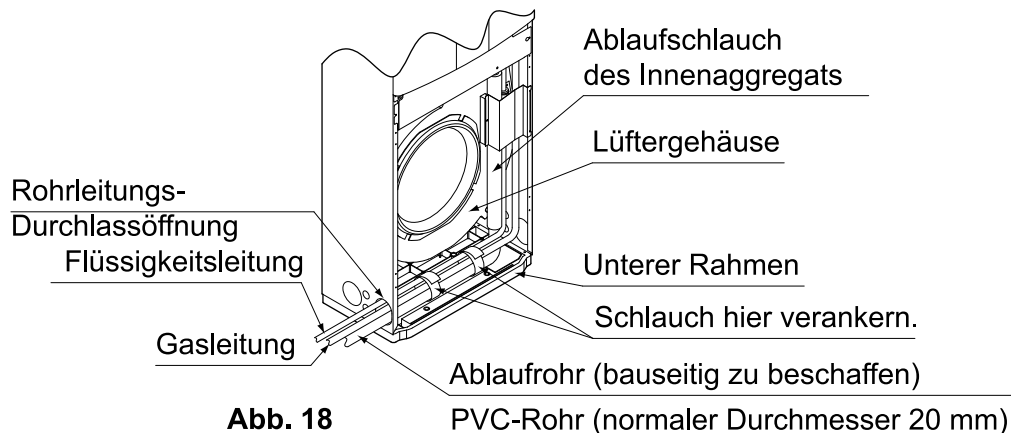

Abb. 18
- Um die Ausübung von Kräften auf den Ablaufschlauch des Innenaggregats zu vermeiden, stellen Sie sicher, dass der Ablaufschlauch an der Kältemittelleitung befestigt ist (siehe Abb. 18). So wird ein Loslösen des Ablaufschlauchs und/oder eine fehlerhafte Isolierung vermieden. Der Ablaufschlauch muss mit einem Gefälle von 1/100 vom Anschluss für den Ablaufschlauch an der Einheit verlegt werden.
- (1) Alle Leitungen im Raum und im Geräteinneren.
- (2) An der Verbindung zwischen Ablaufschlauch des Innenaggregats und der bauseitigen Ablaufleitung.